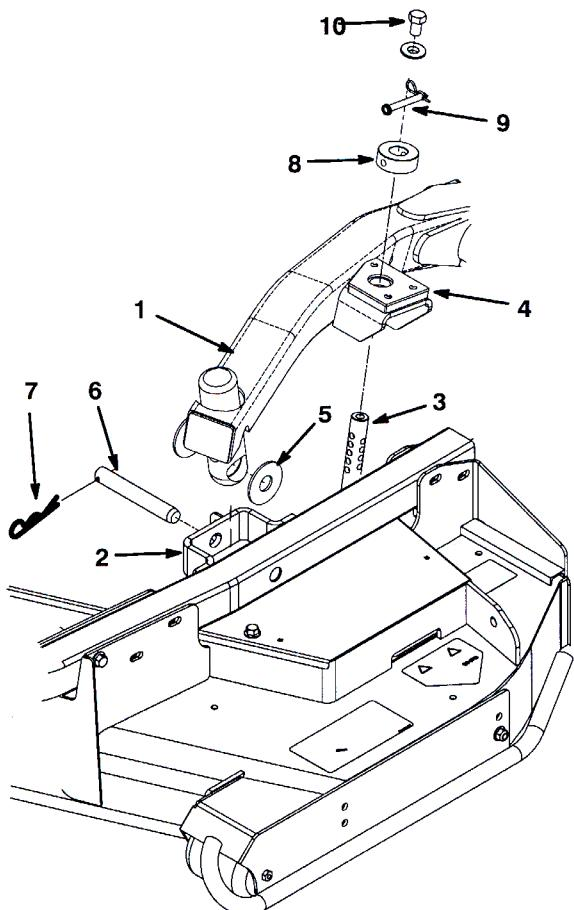

図7
2. 昇降レバーをフロート位置とする。昇降アームを押し下げて、昇降アームについている穴とキャスター・アーム・ブラケットについている穴を整列させ、昇降アームのパッドに刈高ロッドを挿入できるようにする(図7)。
3. スラスト・ワッシャ2枚、クレビス・ピン、ヘアピン・コッターを使って、昇降アームをキャスター・アームに固定する。スラスト・ワッシャは昇降アームとキャスター・アーム・ブラケットの間にに入る(図7)。コッター・ピンを、キャスター・アーム・タブのスロットに差し込んで固定する。
7. 刈高ロッドに刈高カラーを取り付け、クレビス・ピンとヘアピン・コッターで固定する(図7)。できれば、クレビス・ピンの頭をデッキの前に向けておく。
8. 各刈高ロッドの上部に  $1/2 \times 3/4"$  キャップスクリュとワッシャを取り付ける(図7)。